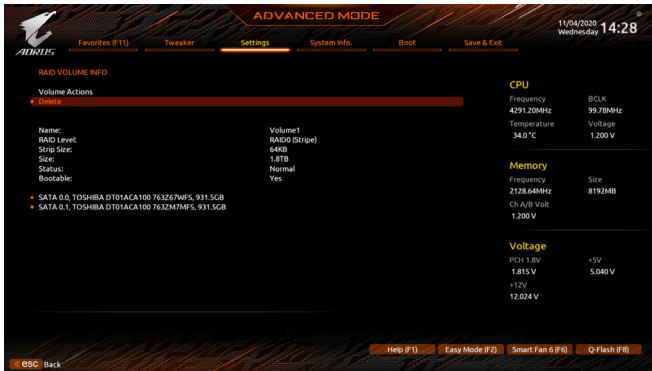

図 6
完了すると、Intel(R) Rapid Storage Technology 画面に戻ります。RAID Volumes に新しいRAID ボリュームが表示されます。詳細情報を見るには、ボリューム上で<Enter>を押してRAID レベルの情報、ストライプブロックサイズ、アレイ名、アレイ容量などを確認します(図6)。